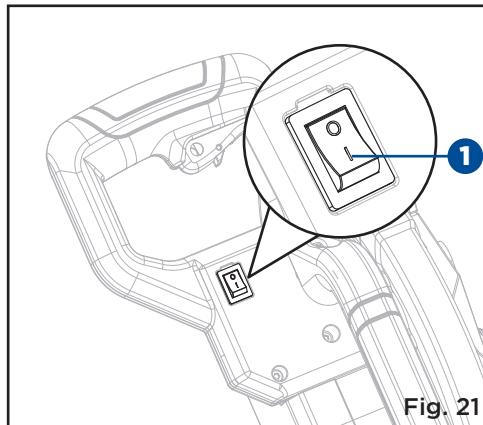

Fig. 21
UTILISATION DE L'INTERRUPTEUR DU SYSTÈME DE GUIDAGE DE LAME DE PRÉCISION (Fig. 21)
Le système de guidage de lame de précision est équipé d'un bouton Marche/Arrêt (1) (Fig. 21). Le système de guidage de lame de précision est indépendant de l'interrupteur à détente de la scie à onglets.